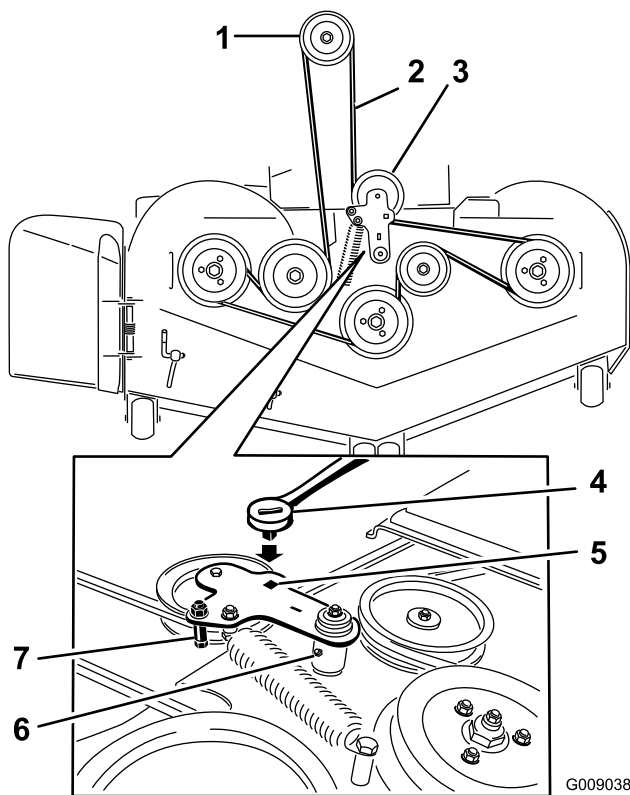

Figure 81
5. Insérez un rochet dans le trou carré du bras de tension pour détendre le ressort de la poulie de tension (Figure 81).
7. Enlevez le guide de courroie situé sur le bras de la poulie de tension rappelée par ressort, comme montré à la Figure 81.
9. Acheminez la courroie neuve autour des poulies du tablier de coupe et de la poulie d'embrayage, sous le moteur (Figure 81).
10. Montez le guide de courroie sur le bras de la poulie de tension, comme montré à la Figure 81.
11. Insérez le rochet dans le trou carré et montez le ressort de la poulie de tension (Figure 81).